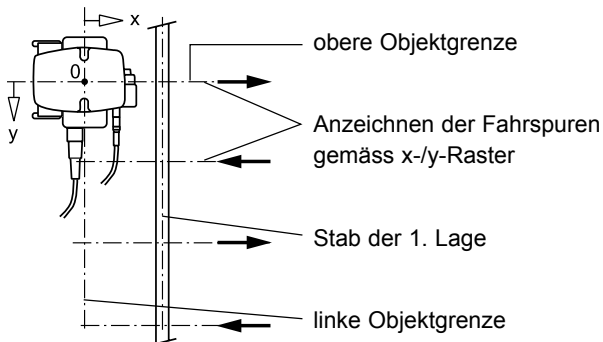

Fig. 5.14 Messen mit der Mobilsonde
- Wenn die Richtung der Bewehrung der ersten Lage vertikal verläuft, wie in Fig. 5.14 dargestellt, müssen Sie die Fahrspuren horizontal im Abstand des gewählten Rasters in der y-Richtung legen. Führen Sie die Mobilsonde entlang diesen Spuren. In Fig. 5.16, Pos.7, wird die kleinste in einem Rasterfeld gemessene Deckung angezeigt und automatisch in Graustufen gespeichert.